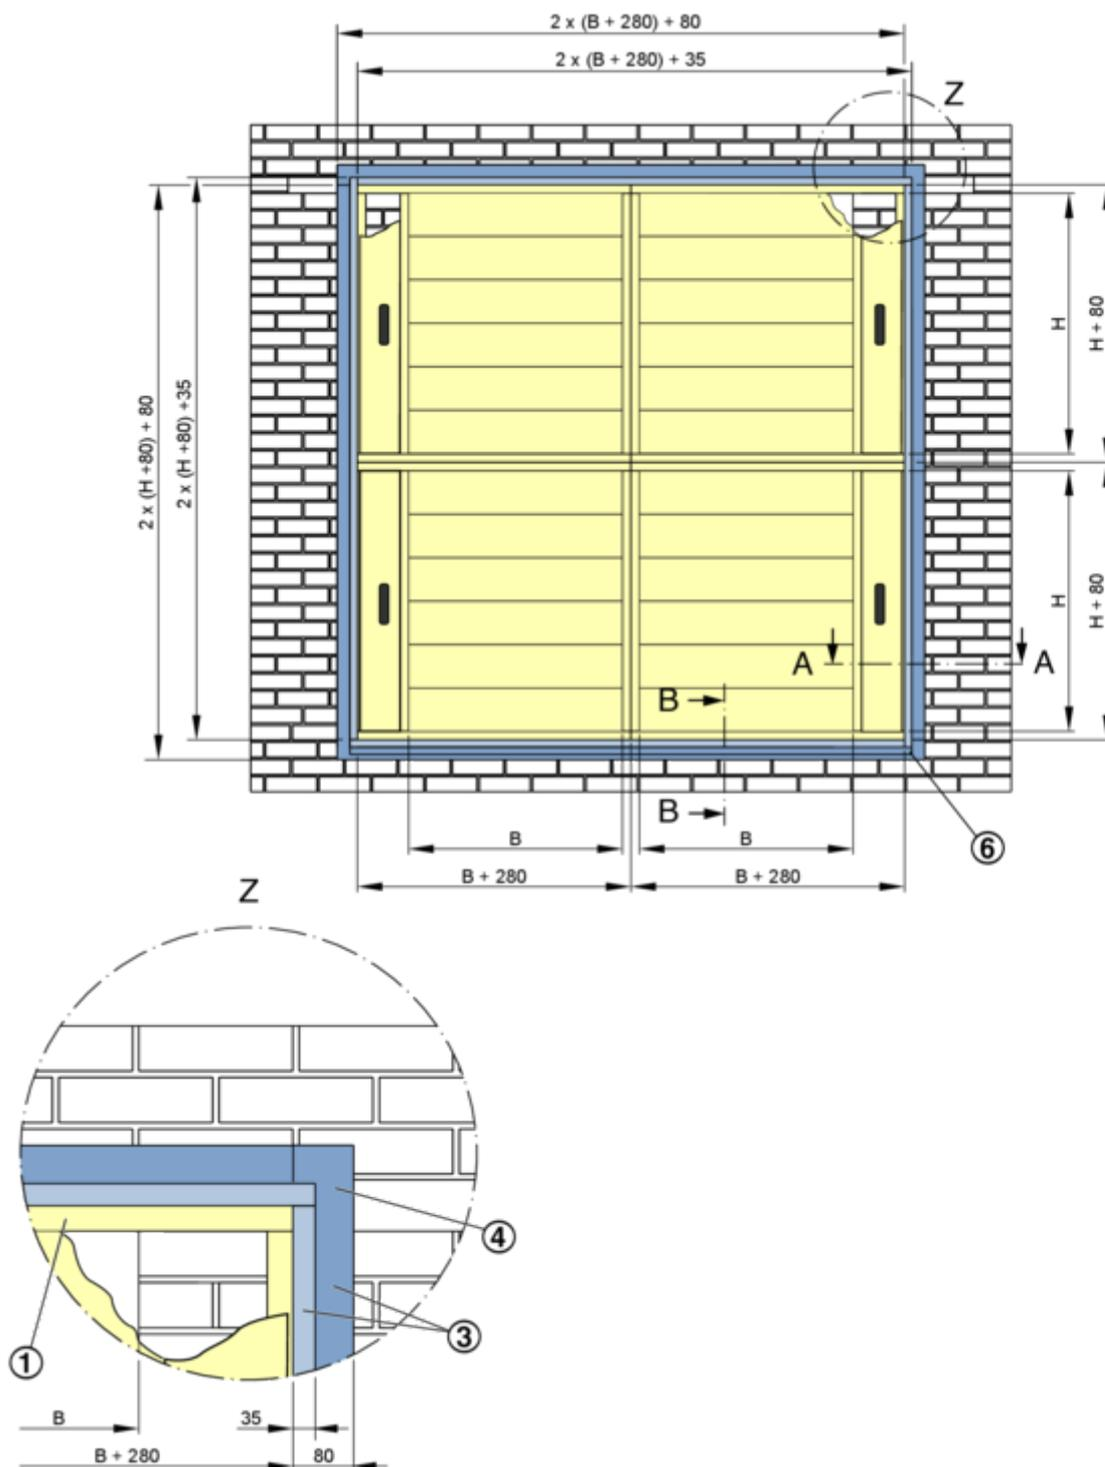

Fig. 28 : Détail du profilé en V
- 3 Profilé en V (sur site) ↪ Fig. 28